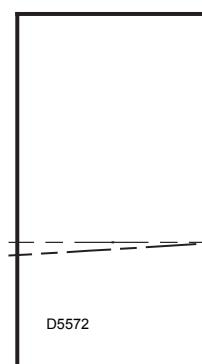

Fig. 6
**Le brûleur, une fois installé, doit être un peu incliné. (Voir figure 6).**